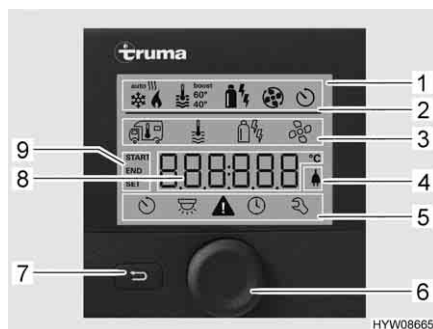
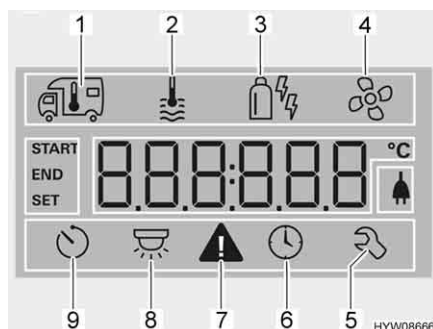

Fig. 120 Centralina di controllo con indicazioni
Fig. 121 Display
- Riga di stato (Fig. 120,2)
- Riga di menu in alto (Fig. 120,3)
- Area di indicazione (Fig. 120,8)
- Riga di menu in basso (Fig. 120,5)
- Premere la manopola/il pulsante (Fig. 120,6) per circa 3 secondi. Vengono visualizzate entrambe le righe di menu (Fig. 120,3 e Fig. 120,5). Il primo simbolo lampeggia.
- Ruotare la manopola/il pulsante (Fig. 120,6), finché viene visualizzato il simbolo del menu desiderato.
- Premere la manopola/il pulsante per memorizzare il valore impostato. Se il valore impostato originariamente non deve essere modificato: Premere il tasto indietro (Fig. 120,7).
- Ruotare la manopola/il pulsante (Fig. 120,6), finché il simbolo del menu del riscaldamento (Fig. 121,1) lampeggia.
- Premere la manopola/il pulsante per memorizzare il valore impostato. Il simbolo nella riga di stato lampeggia (Fig. 120,2), finché viene raggiunta la temperatura impostata. Se il valore impostato originariamente non deve essere modificato: Premere il tasto indietro (Fig. 120,7).
- Ruotare la manopola/il pulsante (Fig. 120,6), finché il simbolo del menu relativo all'acqua calda (Fig. 121,2) lampeggia.
- Premere la manopola/il pulsante per memorizzare il valore impostato. Il simbolo nella riga di stato lampeggia (Fig. 120,2), finché viene raggiunta la temperatura dell'acqua impostata. Se il valore impostato originariamente non deve essere modificato: Premere il tasto indietro (Fig. 120,7).
- Ruotare la manopola/il pulsante (Fig. 120,6), finché il simbolo del menu relativo alla modalità di funzionamento (Fig. 121,3) lampeggia.
- Premere la manopola/il pulsante per memorizzare la modalità di funzionamento impostata. Se il valore impostato originariamente non deve essere modificato: Premere il tasto indietro (Fig. 120,7).
- Ruotare la manopola/il pulsante (Fig. 120,6), finché il simbolo del menu delle ventole (Fig. 121,4) lampeggia.
- Ruotare la manopola/il pulsante (Fig. 120,6), finché il simbolo del menu del timer (Fig. 121,9) lampeggia.
- Premere la manopola/il pulsante. Il timer è attivato. Il simbolo del timer (Fig. 121,9) lampeggia quando il timer è programmato e attivo.
In caso di avviso, il relativo simbolo lampeggia (Fig. 121,7). Il riscaldamento rimane in funzione. Se si tratta solo di un guasto temporaneo, il simbolo di avvertimento si spegne autonomamente.